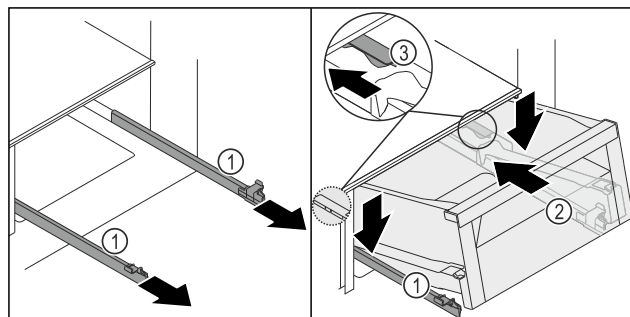
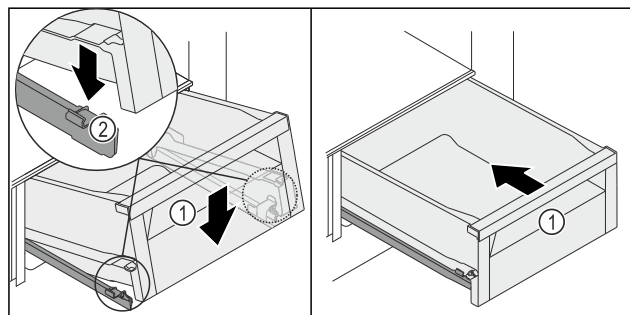

Fig. 200
Fig. 201
- Rails Fig. 200 (1) vasthouden en schuifvak Fig. 200 (2) van boven achter de stopper Fig. 200 (3) op de rails Fig. 200 (1) plaatsen.
- Schuifvak Fig. 200 (2) op de rails Fig. 200 (1) tot aan de aanslag naar achteren schuiven.
- Schuifvak Fig. 200 (2) aan de voorkant neerlaten zodat het schuifvak links en rechts in de klem Fig. 201 (2) glijdt.
- Schuifvak Fig. 201 (1) klikt hoorbaar vast.
- Schuifvak Fig. 201 (1) inschuiven.